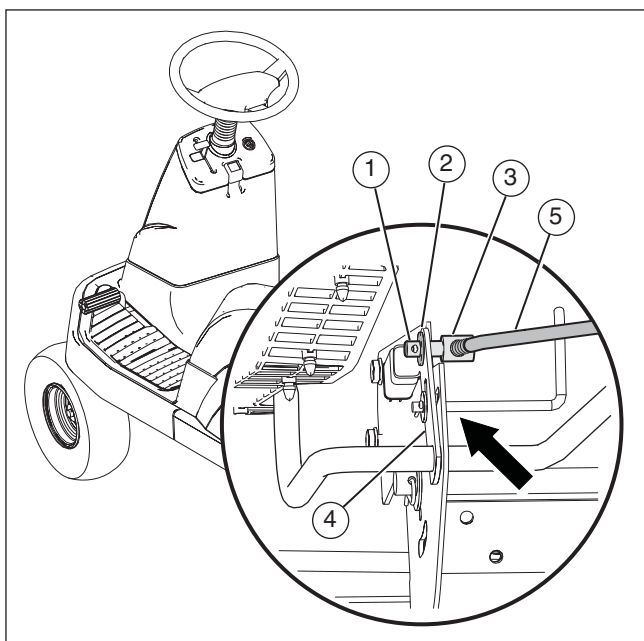

Figure 22
2. Retirer la goupille fendue (1) et la rondelle (2) de l'écrou réglable (3) (voir la Figure 22).